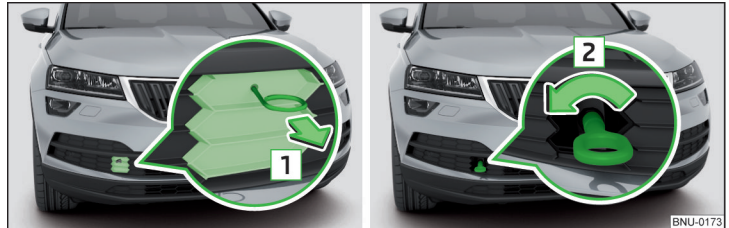

Fig. 328 Scoaterea grilajului de protecție/montarea cârligului de tractare
- › Pentru **demontare**, introduceți etrierul pentru extragerea capacelor integrale de roată în grilajul de protecție și apoi scoateți grilajul în sensul săgeții **1** » **fig. 328**.
- › Pentru **montare**, înșurubați manual cârligul de tractare, în sensul săgeții **2** » **fig. 328**, până la limită » **!**.